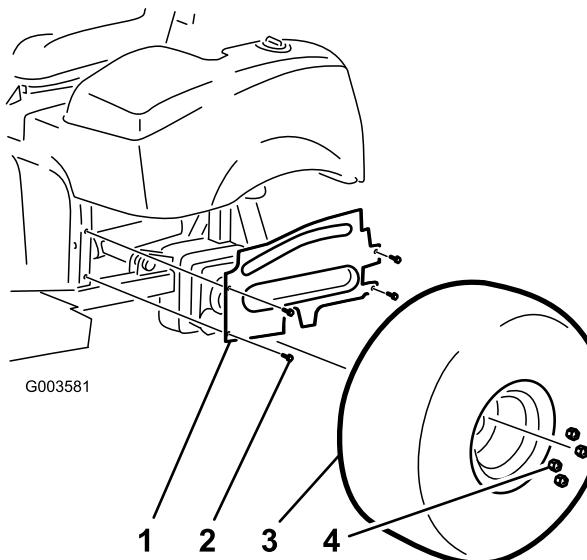

Bild 4
4. Nehmen Sie die vier Bundbolzen ab, mit denen die linke Radabdeckung am Rahmen befestigt ist (Bild 4). Nehmen Sie die Abdeckung ab und bewahren sie auf.